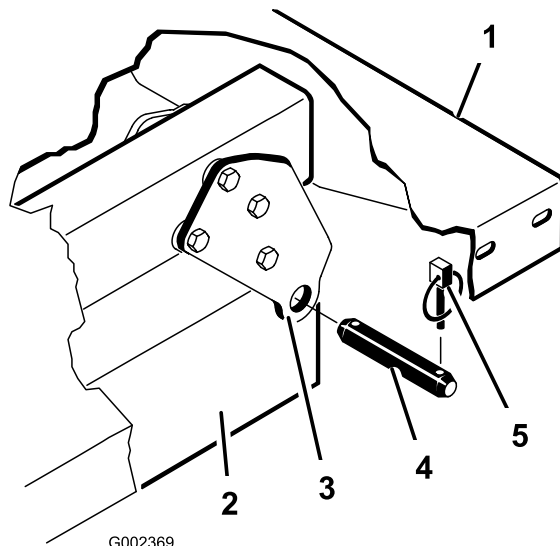

Рисунок 35
**Примечание:** Убедитесь, что задние шарнирные плиты прикреплены болтами к раме/швеллеру кузова таким образом, что нижний конец расположен под углом к задней части (Рисунок 35).